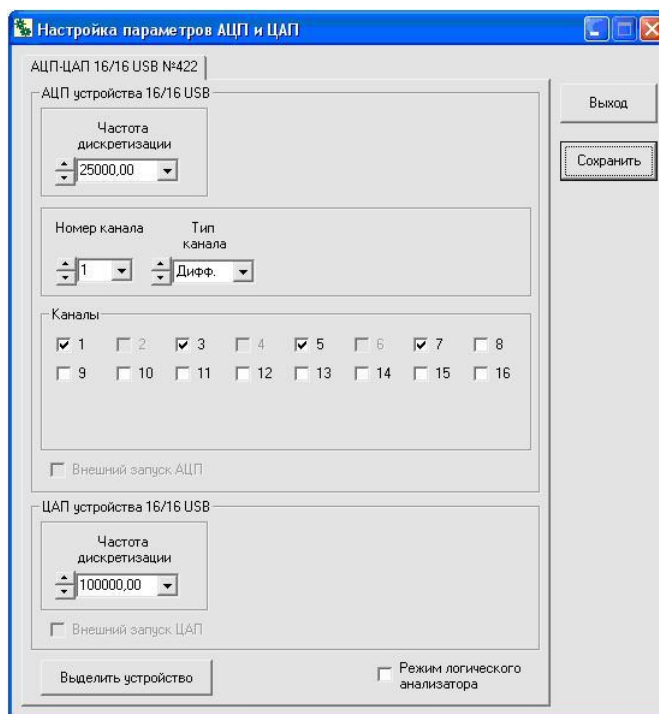

Рисунок 20.17
**Настройка параметров АЦП и ЦАП**, после чего откроется рабочее окно программы **Настройка параметров АЦП и ЦАП** (рисунок 20.17). Программа **Настройка параметров АЦП и ЦАП** описана в пункте 4 настоящего **Руководства оператора**.